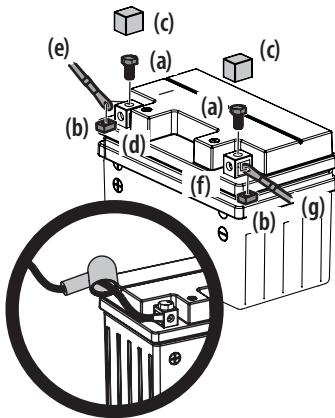

Figure 13
- Retirez les boulons (a) installés en usine et les écrous carrés (b) placés à l'extrémité du faisceau ou dans le sac contenant le manuel. Gardez la quincaillerie pour utilisation ultérieure. Voir Figure 13 à la page 75.
- Retirez le protecteur en plastique (c), si présent, de la borne positive de la batterie (d) et fixez le câble rouge (e) à la borne positive (d) avec un boulon (a) et un écrou carré (b) indiqués à l'étape 1. Utilisez un tournevis Phillips. Voir Figure 13 à la page 75.
- Replacez le capuchon rouge en caoutchouc sur la borne positive de la batterie pour la protéger contre la corrosion. Voir l'encadré de la Figure 13 à la page 75.
- Retirez le protecteur en plastique (c), si présent, de la borne négative de la batterie (f) et fixez le câble noir (g) à la borne négative (f) avec l'autre boulon (a) et l'autre écrou (b). Voir Figure 13 à la page 75.